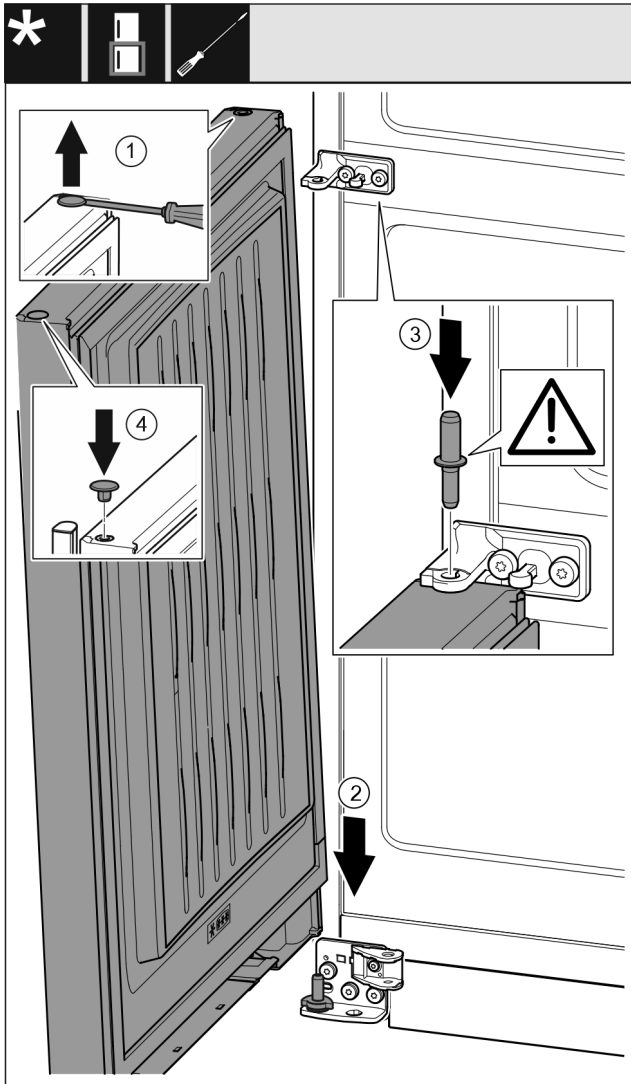

Fig. 41
- Stopfen vorsichtig mit einem Schlitzschraubendreher anheben und herausziehen. Fig. 41 (1)
- Tür von oben auf den unteren Lagerbolzen aufsetzen. Fig. 41 (2)
- Lagerbolzen Mitte durch Lagerbock Mitte in die untere Tür einsetzen. Dabei darauf achten, dass der Rastnocken nach hinten zeigt. Fig. 41 (3)
- Stopfen auf der anderen Türseite wieder einsetzen. Fig. 41 (4)